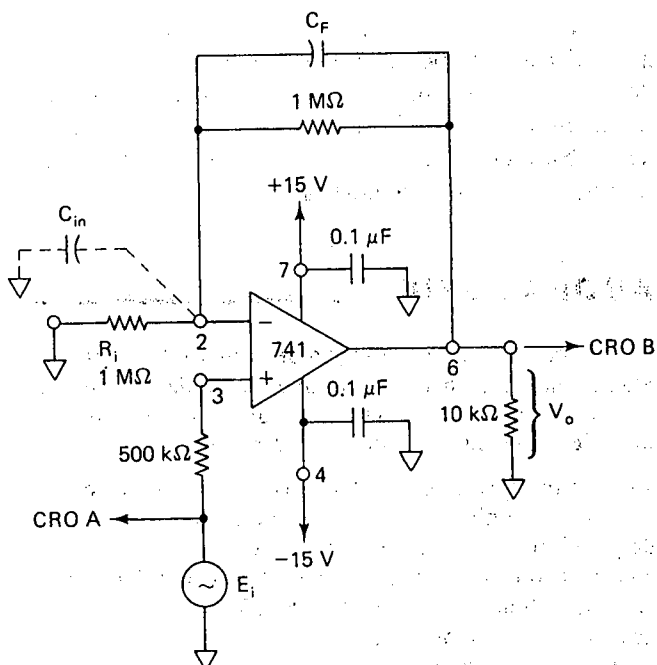

FIGURA LE10-1
La razón para esta aparente falta de la teoría estriba en las ecuaciones que no incluyen el efecto de una capacitancia imprevisible de entrada. Siempre que un aislador separa dos conductores, se forma un capacitor. En consecuencia, existen capacidades entre la entrada (-) y (1) tierra, (2) todas las terminales del amplificador operacional, (3) todas las conexiones de los componentes y (4) las terminales del tablero de conexión. La capacitancia neta de la entrada (-) a tierra actúa como si el usuario conectara un capacitor parásito de 10 a 15 pF a través de R_i ; véase la figura LE10-1. (Nótese que la capacitancia parásita C_{ent} está presente de (-) a tierra. X_{Cent} se coloca en paralelo a R_i y aumenta la ganancia para las frecuencias mayores que 10 a 30 kHz. El remedio consiste en agregar C_f).
2. Una las patas de suministro del amplificador operacional con capacitores de disco de 0.01 a 0.1 μF , como se advierte en la figura LE10-1. (Pruebe después con capacitores de tantalio de 1 a 10 μF).